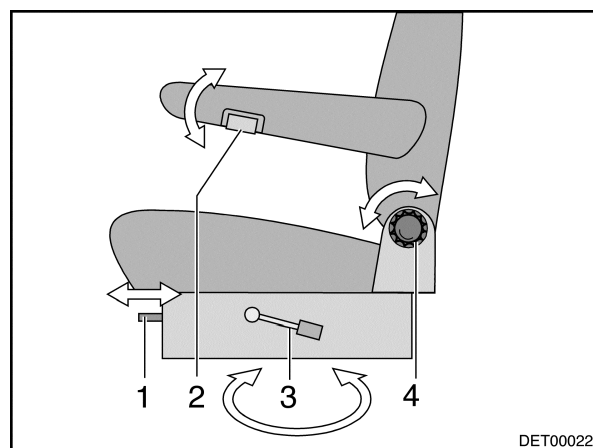

Bild 8 Fahrer- und Beifahrersitz
- Den Hebel (Bild 8,3) nach unten drücken.
- Griff (Bild 8,1) ziehen. Der Sitz kann nach vorne oder hinten verschoben werden.
- Rändelknopf (Bild 8,4) drehen. Die Rückenlehne lässt sich in ihrer Neigung verstellen.
- Rändelrad (Bild 8,2) gegen den Uhrzeigersinn (von vorne gesehen) drehen. Dadurch wird die Arretierung der Armlehne gelöst.